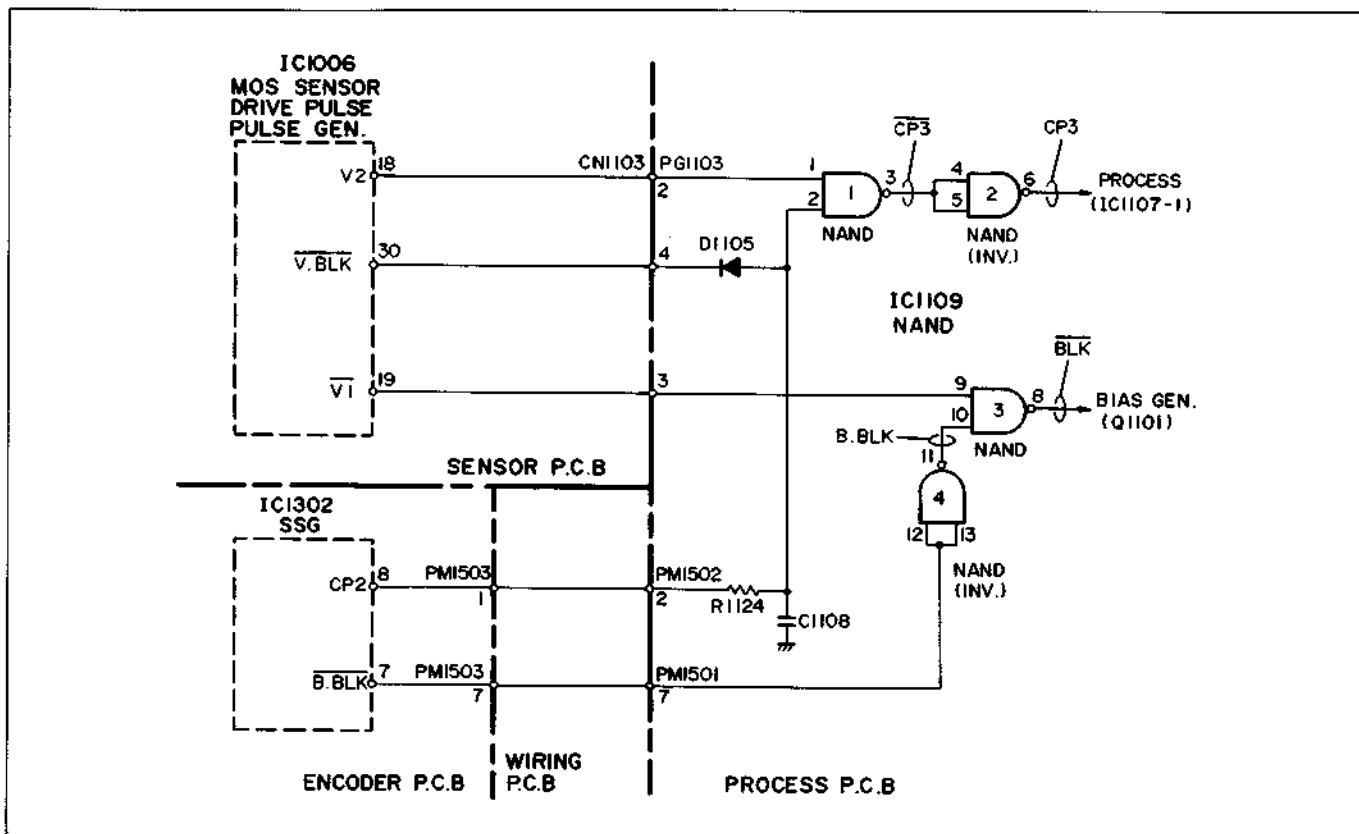

Abb. 2-8 Signalverarbeitungs-Impulsgenerator
1.4 Signalverarbeitungs-Impulsgenerator (Abb. 2.8)